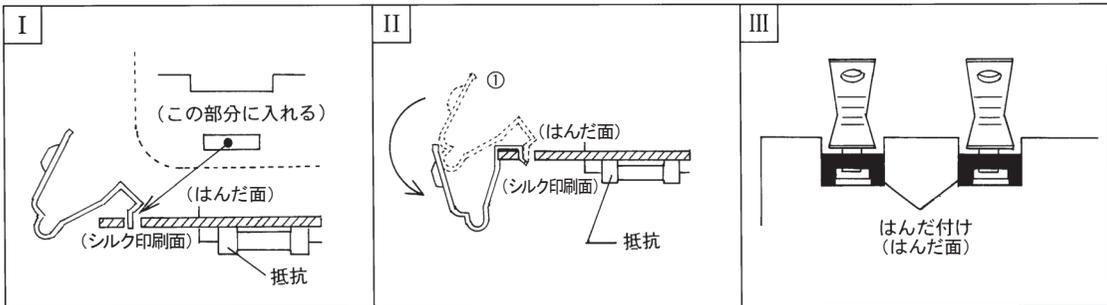

図3-12
⑥	電池金具は傾いて取付られていませんか？(図3-12Ⅱ参照) 電池金具はつぶれていませんか？(⑥注意参照)
⑦	ヒューズの付け忘れはないですか？
⑧	赤・黒テストリードの取付位置は正しいですか？(逆になっていないか) 赤・黒テストリードはプリント基板シルク印刷面から差し込まれていますか？
②-3 ⑥, ⑧	はんだ付けはキチンとおこなわれていますか？ また付け忘れはないですか？